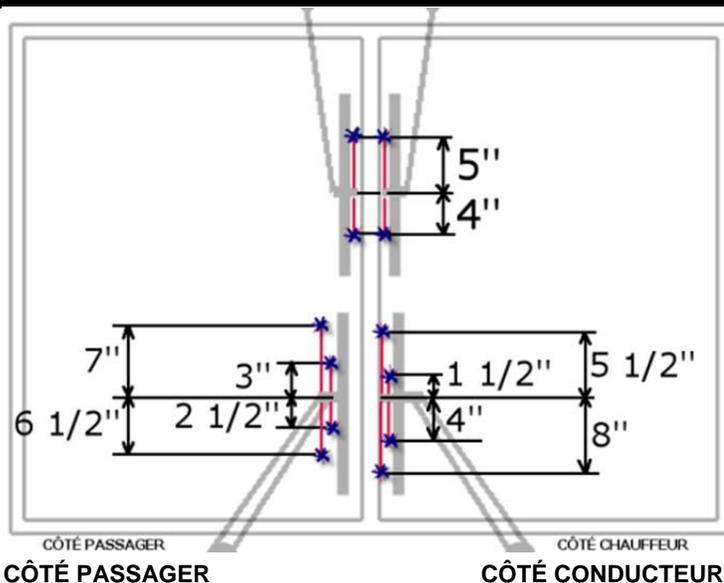

FIGURE 17
21. Ajuster la position des jets de façon à ce que les jets de liquide lave-glace atteignent le pare-brise aux endroits indiqués par le symbole « \* » (FIGURE 17).